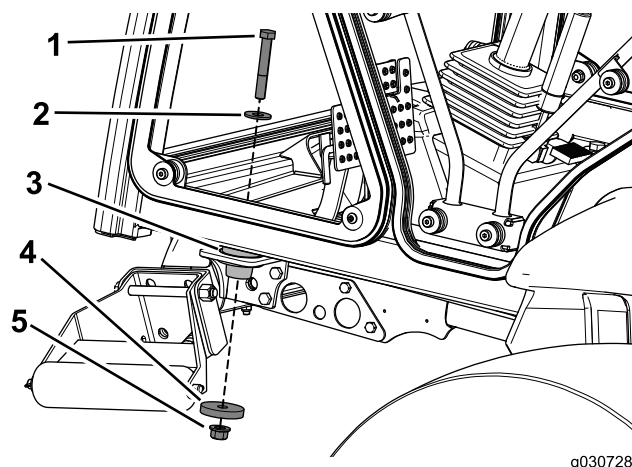

Figura 25
5. Utilize um parafuso (1/2 x 3-1/4 pol.), uma anilha de 1-3/8 pol. de diâmetro, uma anilha de 2-1/4 pol. de diâmetro e uma porca de bloqueio para prender a cabina às montagens frontais na máquina (Figura 25).